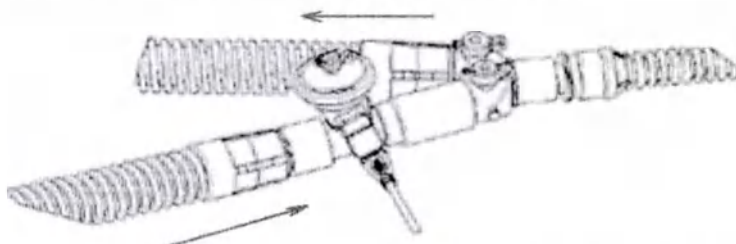

Рисунок 4.17 – Подключение микропомпового небулайзера ко взрослому или детскому дыхательному контуру
1) Со взрослым или детским дыхательным контуром применять генератор типа А (из комплекта поставки небулайзера), подключать в патрубок вдоха перед тройником пациента (рисунок 4.17).